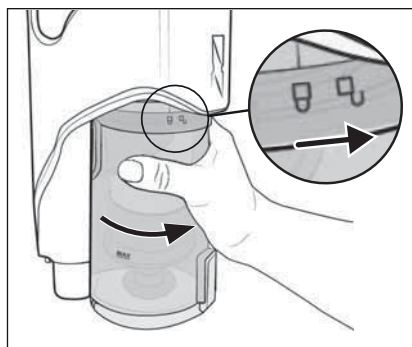

Fig. 25
- 8) Reinserire il contenitore di raccolta della polvere ❷ nell'apparecchio e ruotarlo in direzione del simbolo  (chiudere) fino a quando non si innesta saldamente nell'apparecchio (vedere fig. 25).